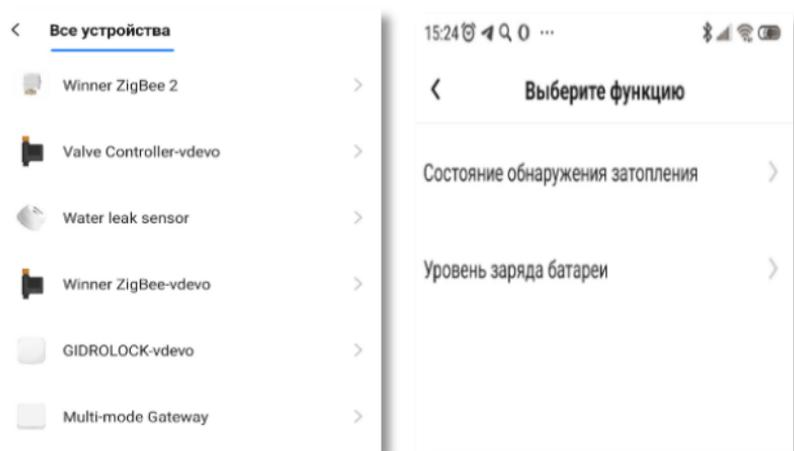

Рисунок 11. Создание события в сценарии автоматизации
- 3) В следующем окне выберите устройство, от которого нужно принять сигнал аварии – «Water leak sensor» (рис. 11).
- 4) Далее выберите функцию «Состояние обнаружения затопления» -> «Сигнал затопления». Таким образом было создано событие «Если» при активации аварийной ситуации от датчика (рис. 11).
- 6) Далее выберите устройство, которому нужно передать сигнал затопления – «Winner Zigbee» (рис. 11).